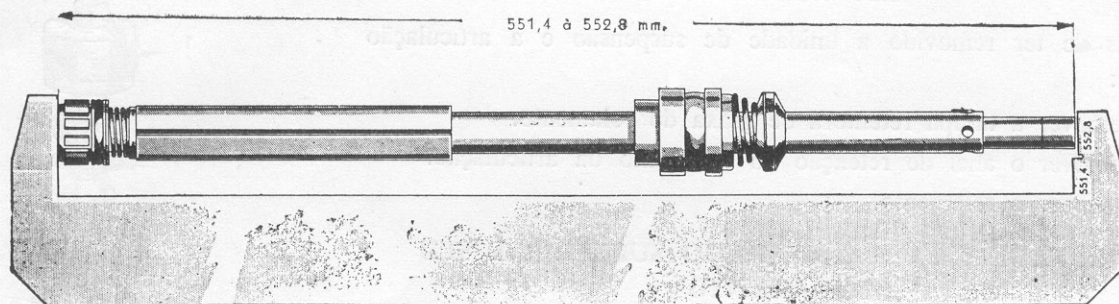

Fig. 9
- Parafusar o êmbolo montado, tantas voltas quantas forem necessárias para levar a face inferior do êmbolo 551,4 a 552,8 mm. da extremidade superior da haste do êmbolo. (Ver Fig. 9).